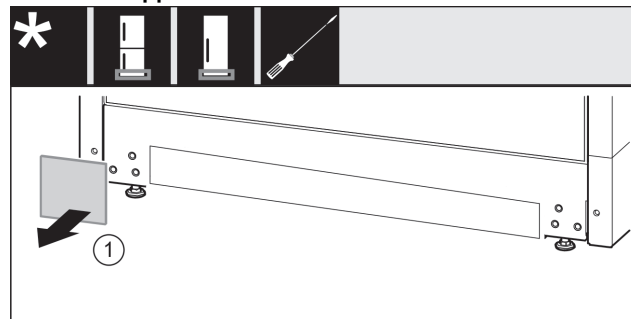

Fig. 15
- Retirer le cache Fig. 15 (1).